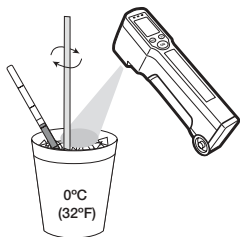

Figure 10
3. Continuez de remuer à l'aide d'un bâtonnet mélangeur ou d'une paille et mesurez la température du mélange avec le thermomètre de référence et le thermomètre infrarouge. Pour obtenir des résultats précis avec le thermomètre infrarouge, mesurez la surface du mélange d'eau glacée à une distance de 7 à 8 cm (**Figure 10**). La sonde doit mesurer la température interne à une profondeur minimale de 12 mm.